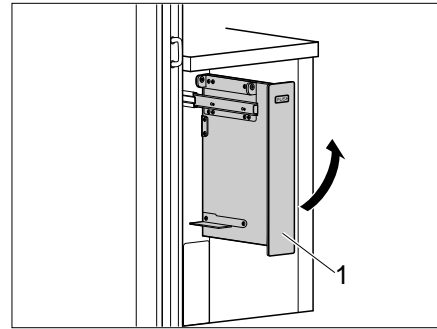

Bild 131 Verbreiterung nach oben schwenken
- Verbreiterung (Bild 131,1) nach oben schwenken.
- Verbreiterung (Bild 131,1) nach unten schwenken.